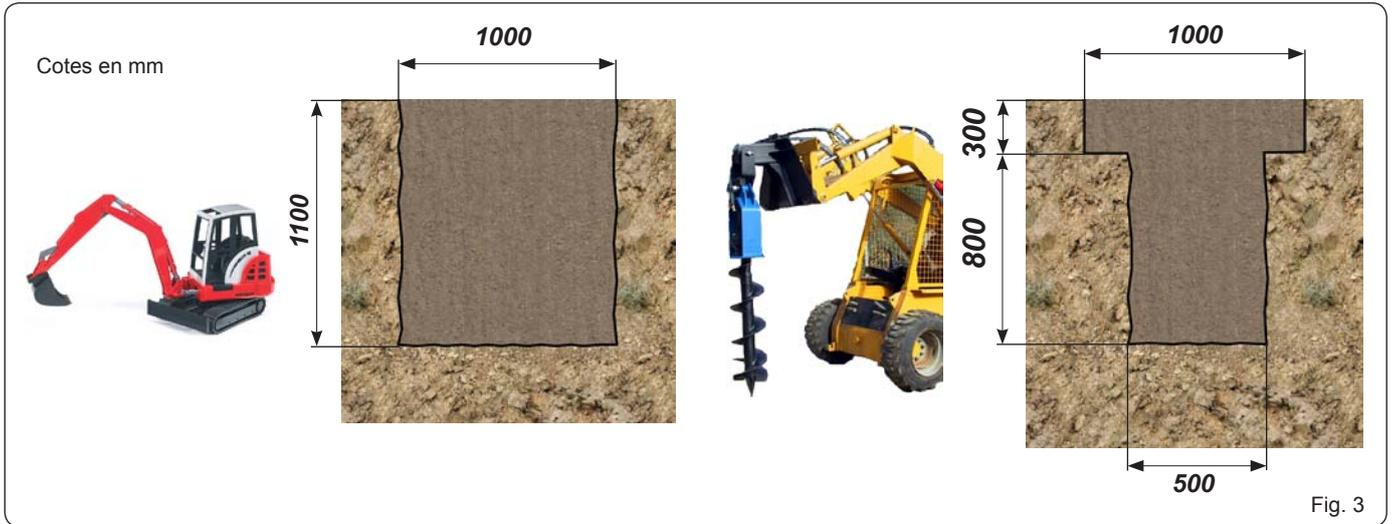

Fig. 3
**!** Le creusement peut être carré et avoir un côté d'environ 1m (fig. 3). Ou bien on peut le réaliser avec une foreuse d'un diamètre de 50cm jusqu'à la profondeur indiquée ci-dessus et élargir les 30 derniers centimètres en lui donnant une forme carrée d'1m de côté